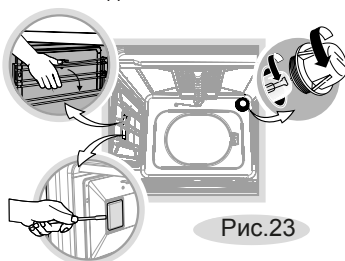

Рис.23
- нажмите на верхний пруток направляющей до выведения ее из зацепления с упором (рис.23),
- Открутите стеклянный плафон или снимите плафон бокового освещения предварительно сняв проволочную направляющую (рис.23).